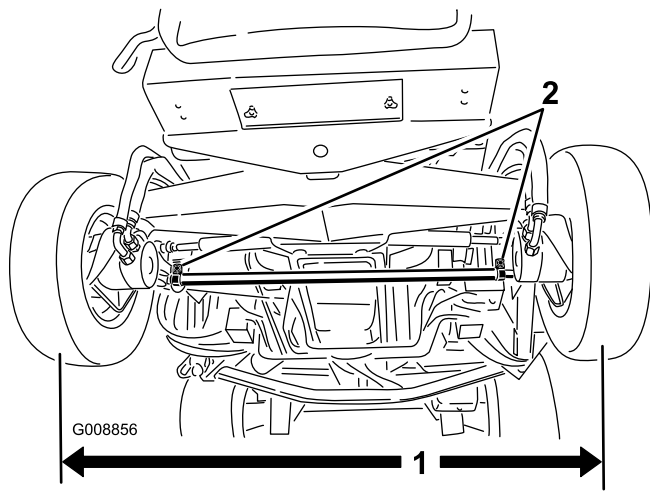

Bild 76
1. Messen Sie den Abstand vorne und hinten an den Lenkreifen Mitte-zu-Mitte (auf Achshöhe). Bild 76 Der vordere Wert darf höchstens um 3 mm geringer sein als der hintere.
2. Lockern Sie zum Einstellen der Voreinstellung die Klemmen an beiden Enden der Spurstangen (Bild 76).